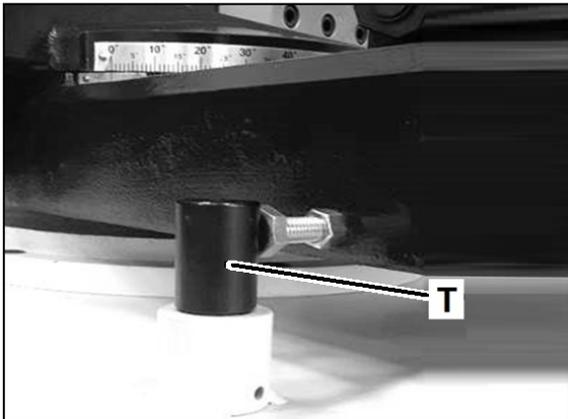

Abb. 8-2: Null-Grad-Gehrungsanschlag
8. Bei Bedarf die Null-Grad-Anschlagstange (T, Abb. 8-2) nach oben ziehen.